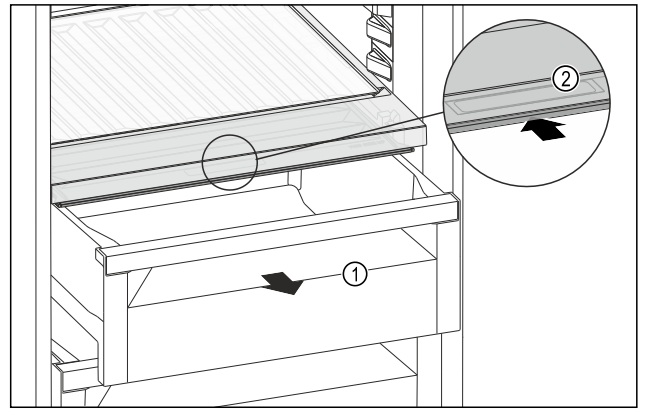

Fig. 128
- ▶ 拉出抽屉 Fig. 128 (1)。
- ▶ 抓住抽屉盖上的内嵌式拉手 Fig. 128 (2)，并同时向后推入抽屉盖。